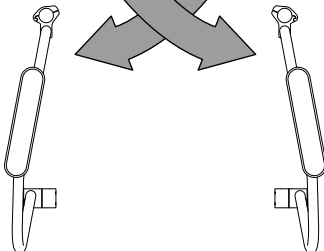

Abb. 16
2. Om sidoskydden flyttas över till respektive andra sidan av sitsen, skapas ytterligare utrymme för brukarens lår (bild 16).